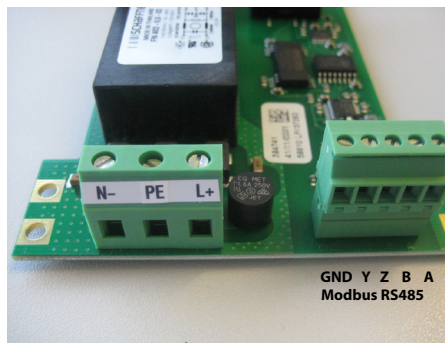

Figura 25: Terminales de suministro de energía
2. Conecte la batería a la toma de conexión de la placa de la fuente de alimentación. Ver Figura 25.